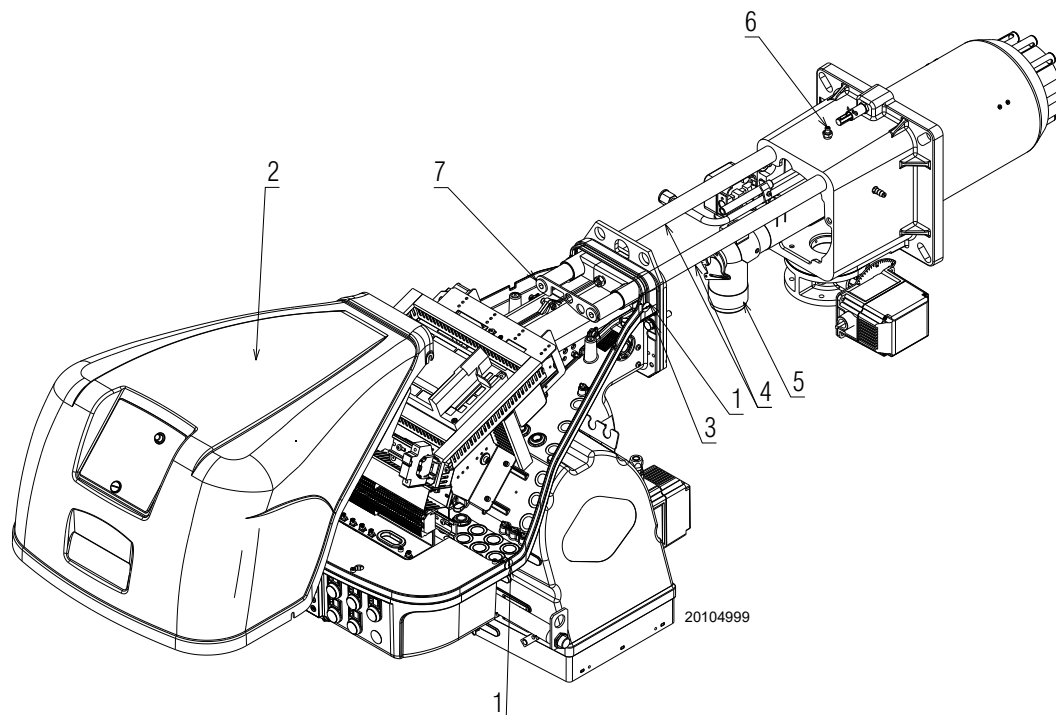

Fig. 36
- Desserrer les 4 vis 1)(Fig. 36) et déposer le capot 2) ;